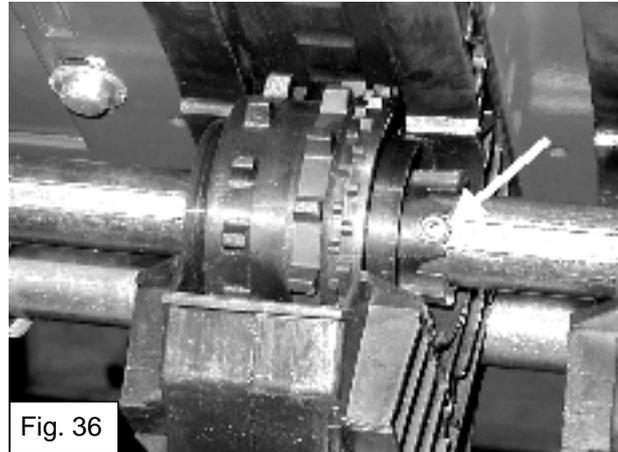

Fig. 36
- Démontez la goupille de la roue choisie en la sortant avec un outil pointu (fig. 36).